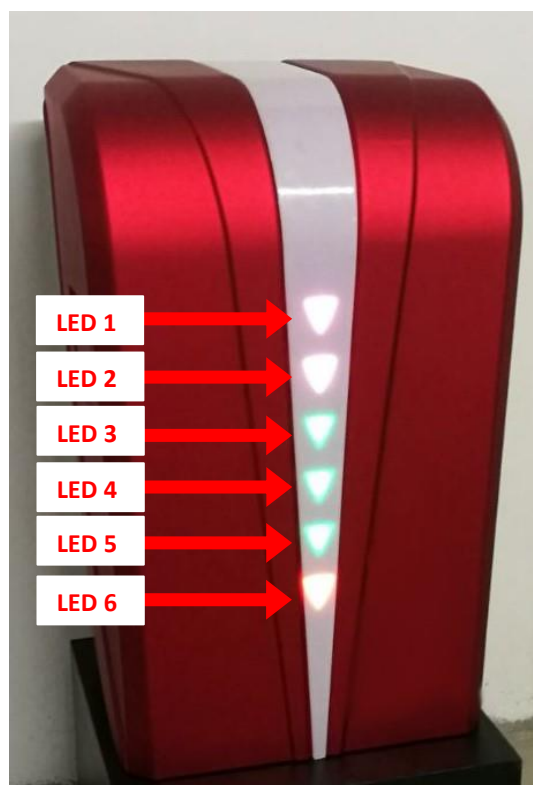

Figura 58 - Led ZON.E
- N. 4 (Figura 58) indicano la quantità di energia immagazzinata in batteria:
- N.2 led (Figura 58) che indica gli stati di funzionamento: